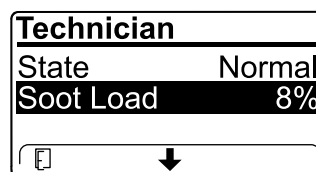

Bild 10
- Zeigen Sie die Rußlast an, die als Prozentsatz des Rußes im Dieselpartikelfilter (Bild 10) gemessen wird, siehe Tabelle für die Rußlast.